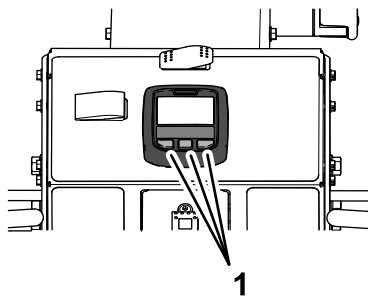

Figura 31
3. Pulse cualquiera de los botones del InfoCenter (Figura 31).